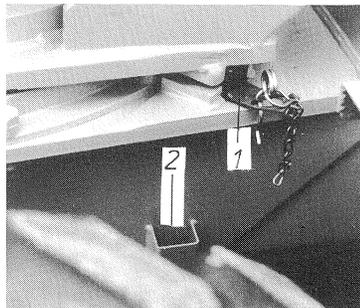

fig. 14
- Arrêter le bras par un cale (fig. 14/1) pour éviter un pivotement involontaire. Le cale se trouve dans le support au châssis (fig. 14/2).